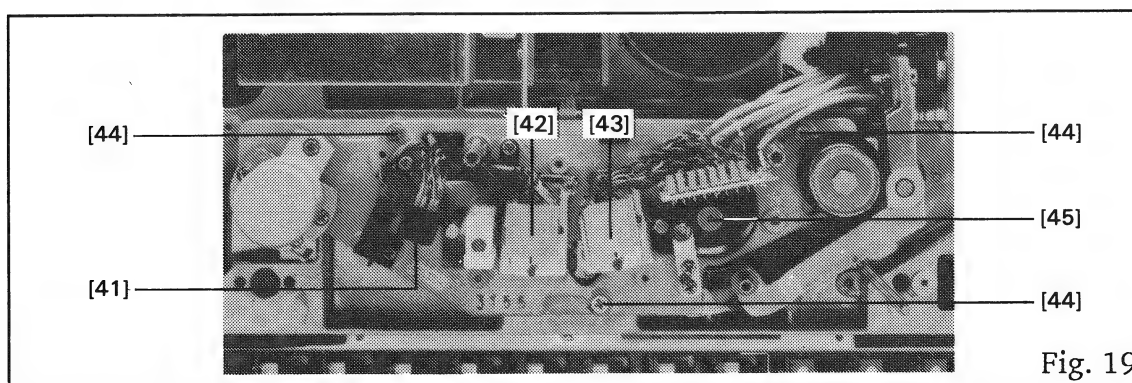

Fig. 19
- 3 Schrauben [44] (Fig.19) des Kopfträgers lösen.